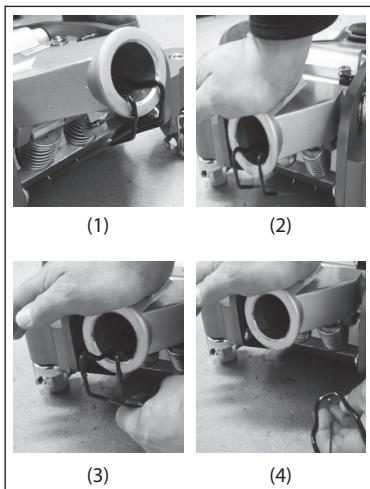

Fig. 02
- Entfernen Sie die Transportisierung an der Hebelaufnahme. (Fig.02). Drücken Sie hierfür die Hebelaufnahme nach unten (1/2) und entnehmen Sie die Sicherung (3/4).